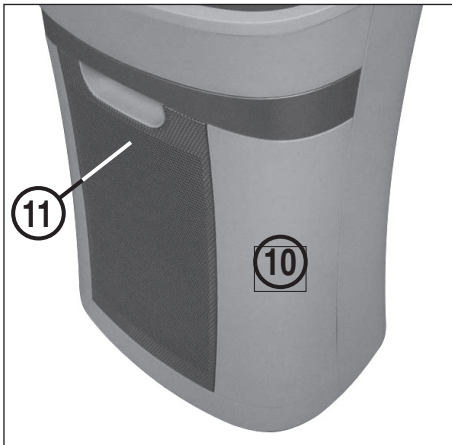

Fig. 3
RECIPIENTE DE RECOGIDA (Fig. 3):
El recipiente de recogida (10) tiene que ser vaciado cuando el material desmenuzado pueda ser visto por la ventana de control del nivel de llenado (11) (fig. 3).